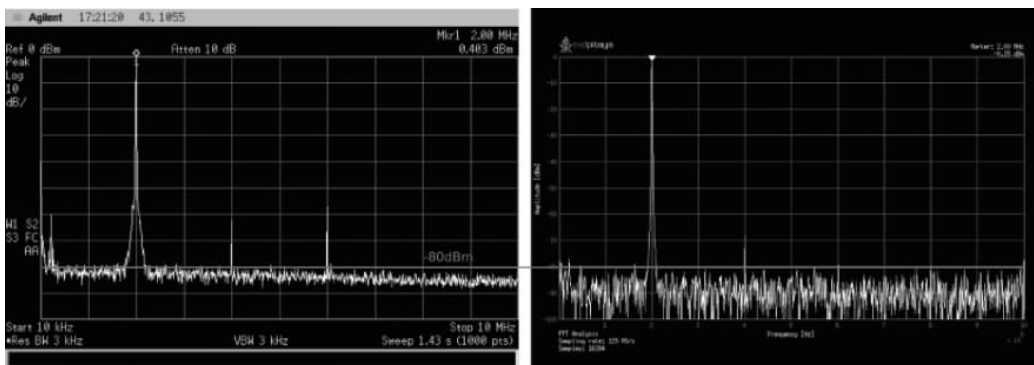

图 3-14 参考信号(0dBm,2MHz)
(20) 参考信号：0dBm,2MHz,如图 3-14 所示。